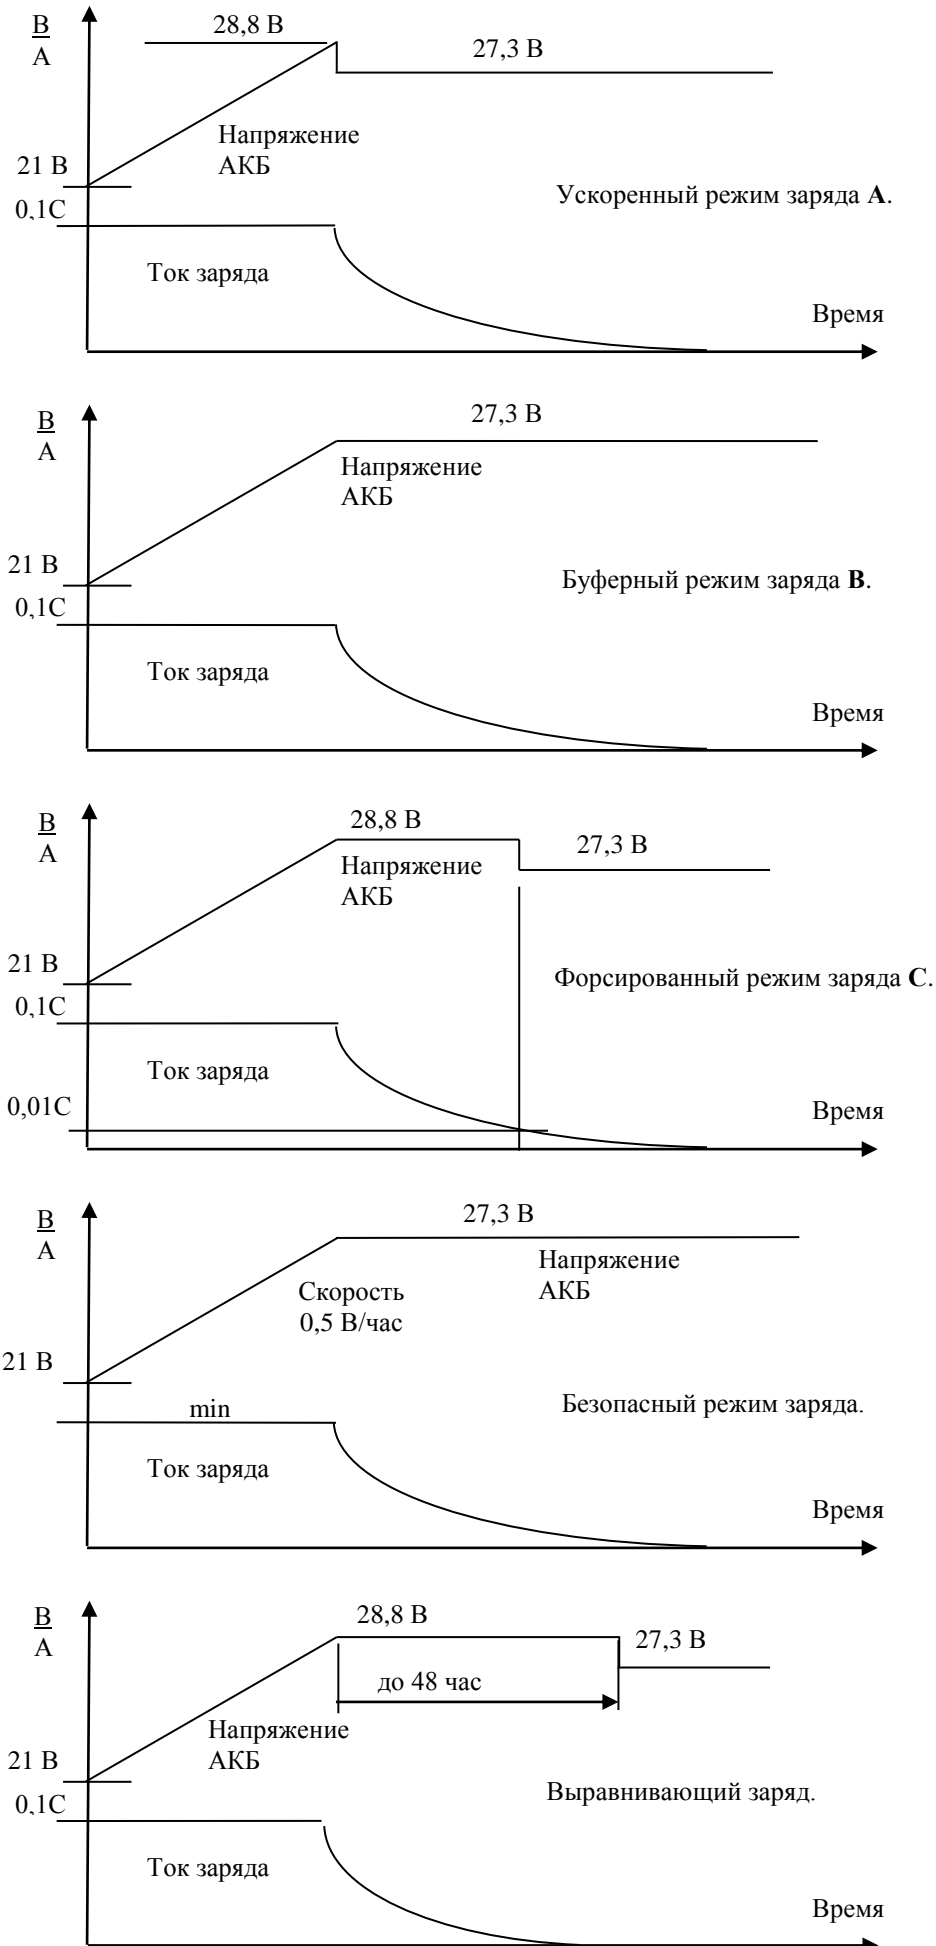

Рис. 4. Режимы заряда АБ.
1. При установленном модуле управления контактор LVBD включен управляющим сигналом модуля. По включению сетевого питания выпрямители устанавливают выходное напряжение, равное напряжению АБ. Включается один из следующих режимов заряда (рис. 4):